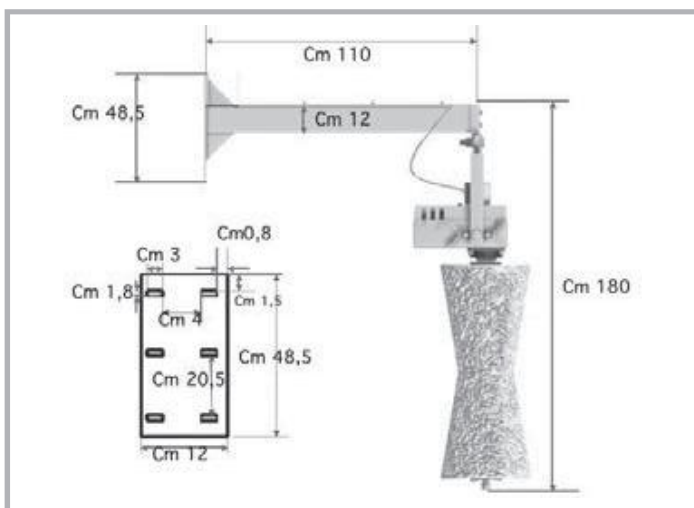

Abb. 2 – CowCleaner Swing : Montiert mit Installationsmaßen
- Das Elektrokabel: dieses wird an die am Haltearm befindlichen Befestigungsklammern befestigt (siehe Abb. 2)